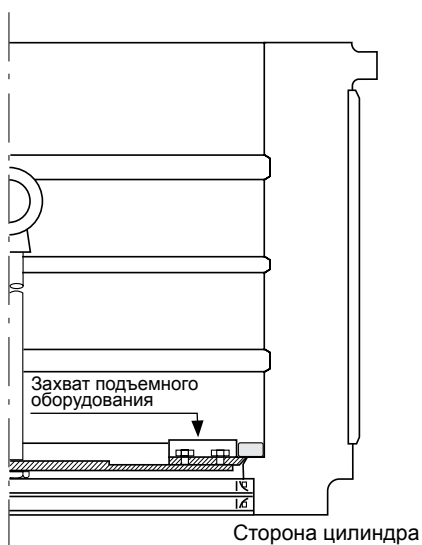
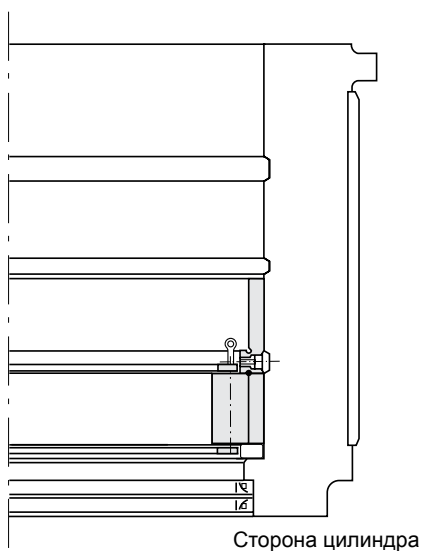

Рис. 3.20
Рис. 3.21
- (1) Установите распорку стороной цилиндра вала вниз.
- (2) Нанесите на отверстие распорки смазочный материал, затем нанесите смазочный материал на упорное кольцо с буртом со всех сторон.
- (3) Поднимите упорное кольцо с буртом (сторона кольца с меткой должна быть направлена вниз) и установите кольцо в распорку (**рис. 3.20**).
- (4) Замерьте плоским щупом зазор между торцевой поверхностью кольца и заплечиком, чтобы убедиться в плотности их контакта,
- (5) Нанесите смазочный материал на наружное кольцо с метками А и В, на его беговую дорожку, а также на торцы роликов ряда А.
- (6) Установите наружное кольцо меткой А вниз на сепаратор, у которого ряд роликов А тоже направлен вниз. Вверните специальные проушины в резьбовые отверстия, предусмотренные в сепараторе. Поднимите сепаратор и наружное кольцо, убедитесь в том, что номера положения нагрузки совпадают, и установите наружное кольцо в распорку (**рис. 3.21**).